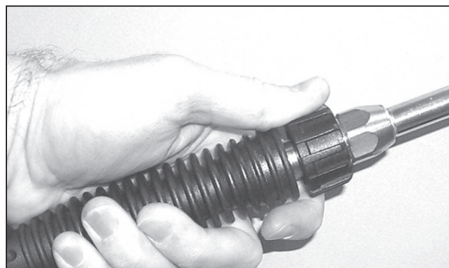

Figura 14 - Conecte la lanza a la pistola
6. Conecte la lanza a la pistola (Ver Figura 14).